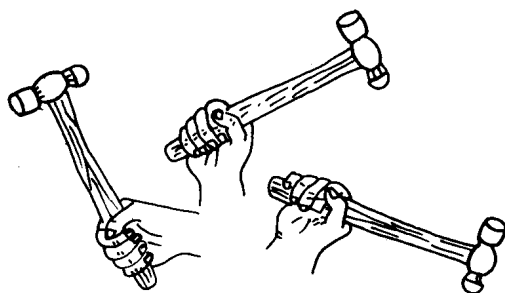

图 1-12 手锤松握法
(2) 松握法 只用大拇指和食指始终握紧锤柄,如图 1-12。